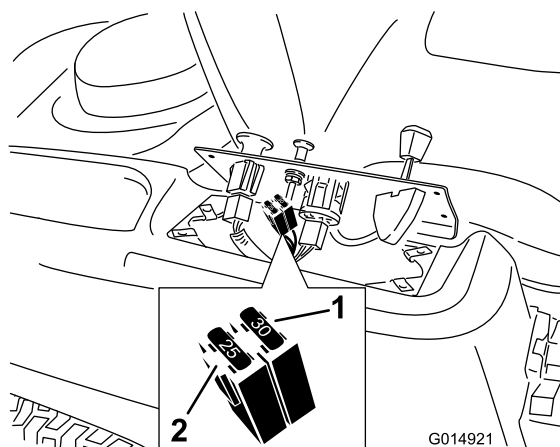

Figure 48
2. Soulevez le panneau de commande pour accéder au faisceau de câblage principal et à la boîte à fusibles (Figure 48).
3. Pour remplacer un fusible, tirez dessus pour l'enlever (Figure 48).